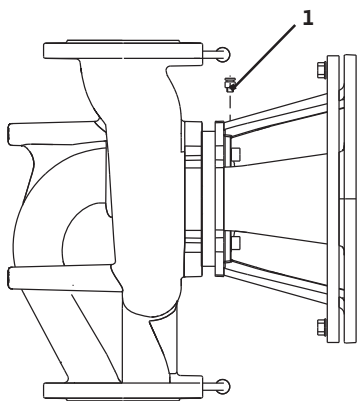

Fig. 40: Обезвъздушителен вентил
- Обезвъздушете помпите посредством развиване на обезвъздушителните вентили (Fig. 40, поз. 1). Работата на сухо разрушава механичното уплътнение на помпата. Датчикът за диференциално налягане не бива да бъде обезвъздушаван (опасност от разрушаване).